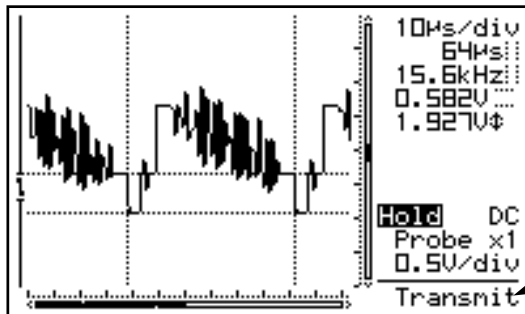

Fig 11
Dopo l'accensione l'unità invia attraverso la porta USB (1) i dati attuali, **vedere fig. 11** :